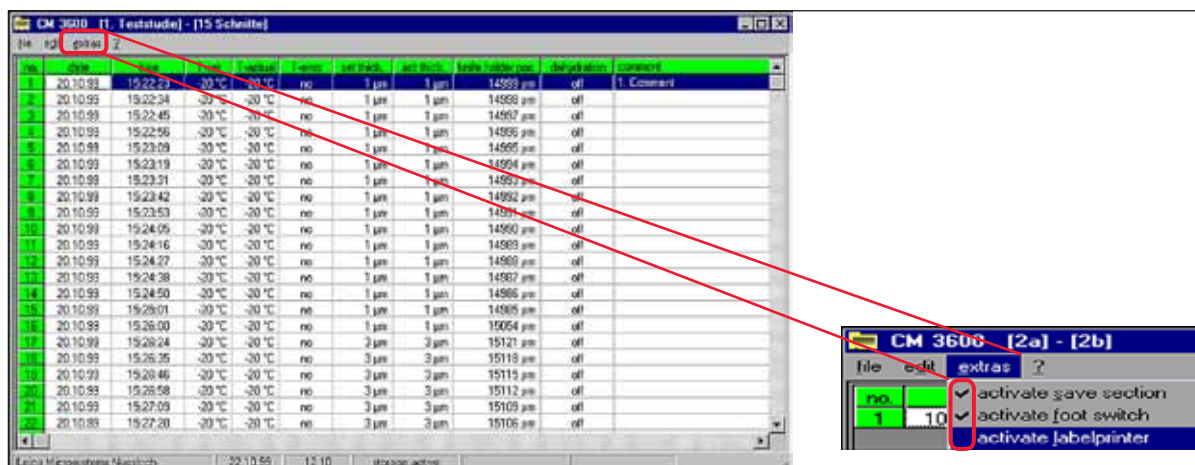

Fig. 86
- Uma vez que a posição de medição atinja 100.000 µm, interrompa o registro do corte (para desativar o item de menu **Salvar**, consulte (→ Fig. 86) em **Extras** no estudo) e troque o porta-faca.